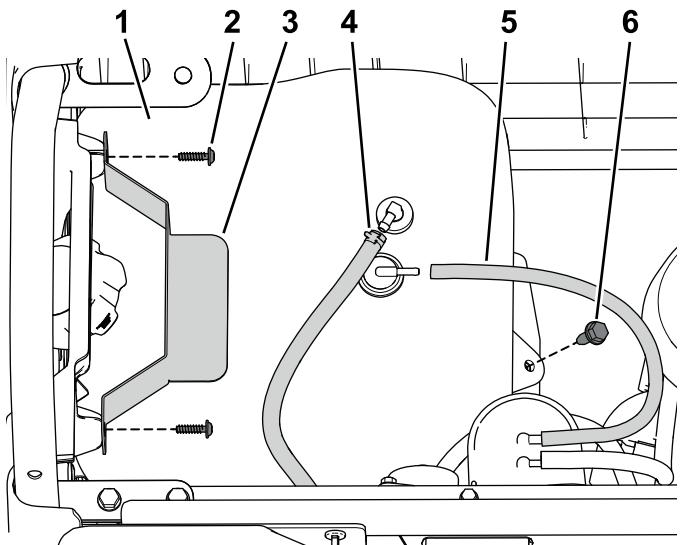

図4
1. 燃料タンクをタンクトレイに固定しているフランジヘッドボルトを外す図4。
2. 押さえ棒を固定しているねじを外す図4。
3. タンクから通気チューブと燃料ラインを外す図4。
- 燃料タンクに燃料ラインと通気チューブを取り付ける図4。
- 先ほど外したねじで押さえを取り付ける図4。
- 燃料タンクトレイに燃料タンクを固定する先ほど外したフランジヘッドボルトを使用する図4。